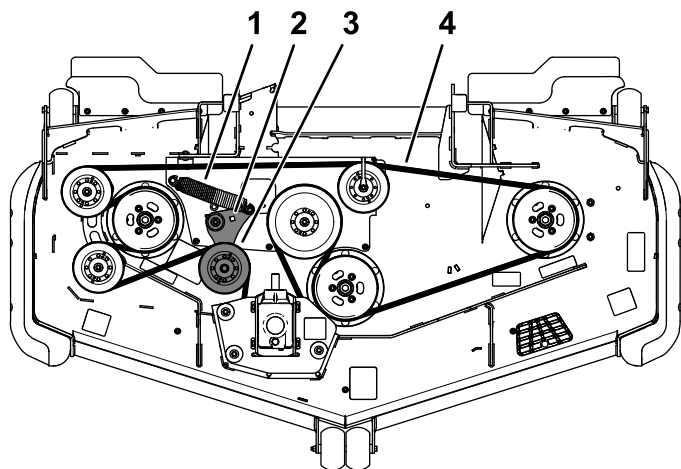

Рисунок 55
5. Вставьте ключ с храповым механизмом в квадратное отверстие в рычаге натяжного ролика, чтобы снять натяжение пружины натяжного ролика (Рисунок 55).
7. Наденьте новый ремень на шкивы газонокосилки (Рисунок 55).
8. Убедитесь, что концы пружины установлены в канавки пружинодержателей, и, вставив ключ с храповым механизмом в квадратное отверстие, проложите ремень вокруг натяжного ролика (Рисунок 55).